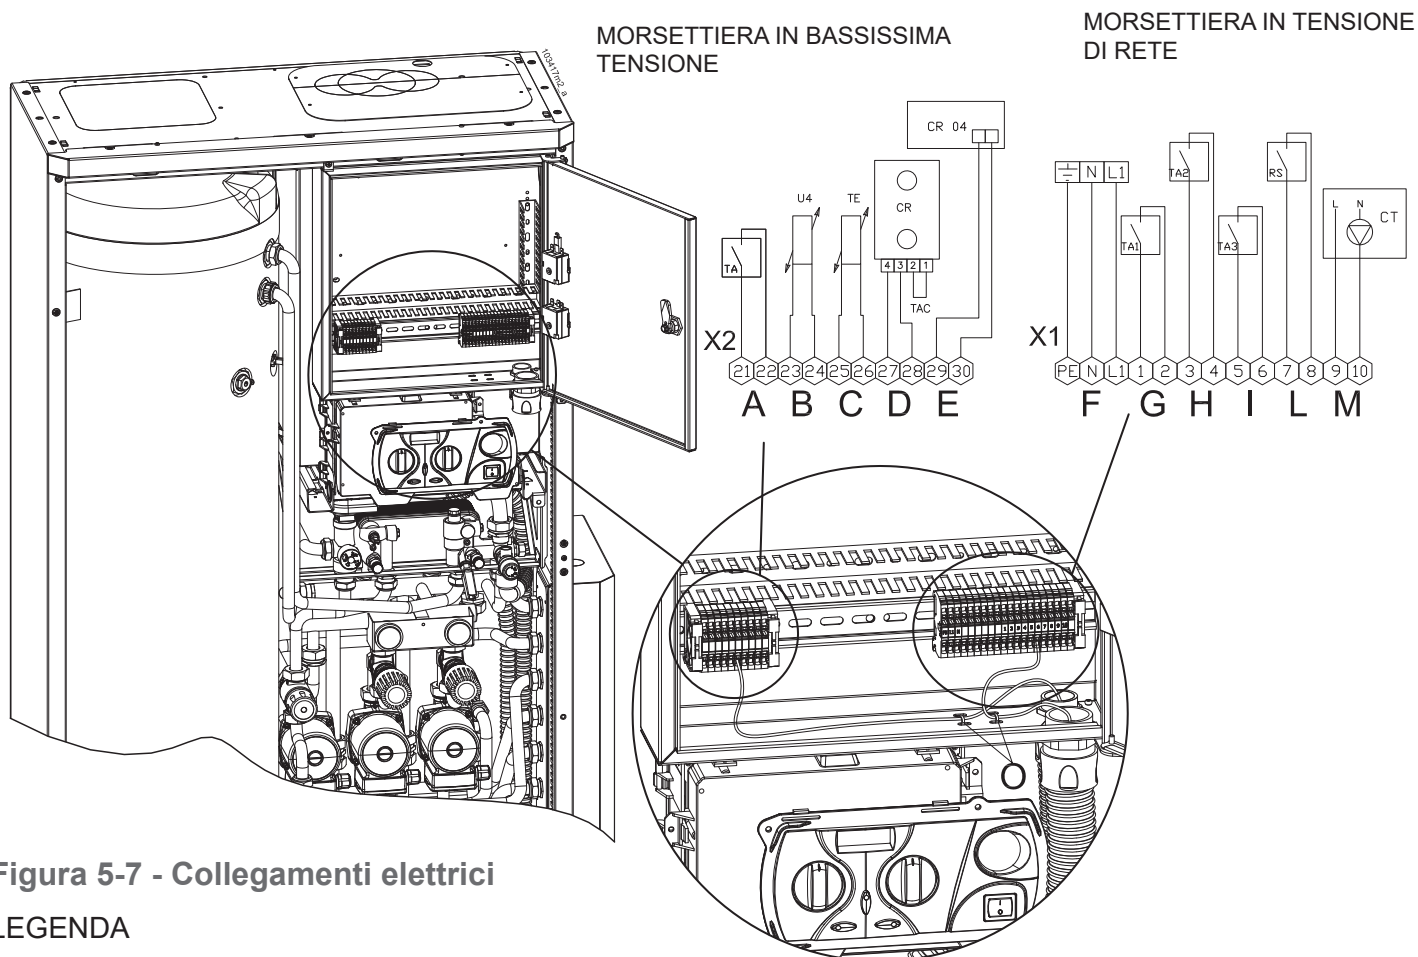
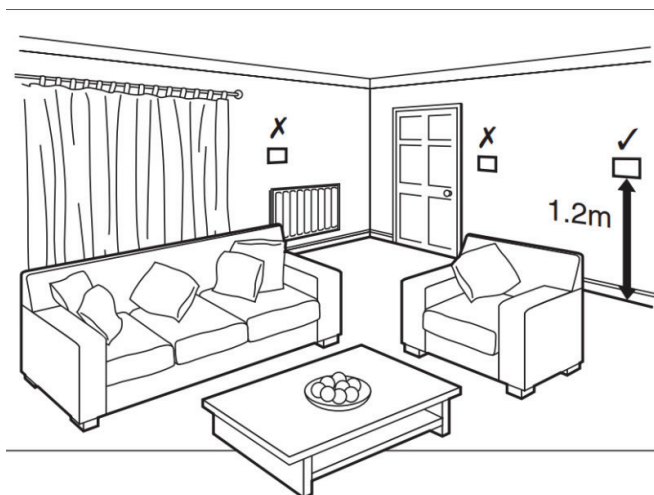

Figura 5-7 - Collegamenti elettrici
Figura 5-8 - Posizionamento corretto del termostato ambiente/cronotermostato
Per l'allacciamento del cavo di alimentazione elettrica, procedere come di seguito (fare riferimento alla figura 5-7):
Installare il termostato ambiente in un punto dell'abitazione la cui temperatura, sia il più possibile quella caratteristica dell'abitazione e comunque in una zona **non** soggetta a repentini sbalzi di temperatura, lontano da finestre o porte che danno direttamente all'esterno (vedere figura 5-8).
Per l'allacciamento del cavo del termostato ambiente, procedere come di seguito (fare riferimento a figura 5-7):
- 5.- collegare i 2 capi del cavo ai morsetti "21" e "22" (vedi part. "A" figura 5-7).
Installare il termostato ambiente in un punto dell'abitazione la cui temperatura, sia il più possibile quella caratteristica dell'abitazione e comunque in una zona non soggetta a repentini sbalzi di temperatura, lontano da finestre o porte che danno direttamente all'esterno (vedere figura 5-8). Per l'allacciamento del cavo del termostato ambiente, procedere come di seguito (fare riferimento alla figura 5-7):
- Collegare il cavo bipolare ai capi BUS dell'apparecchio (vedi figura 5-7 particolare "D");
- 2.- collegare il cavo bipolare ai morsetti "23" e "24" di cui in figura 5-7 particolare "B";
Installare il Cronocomando remoto CR04 in un punto dell'abitazione la cui temperatura sia il più possibile quella caratteristica dell'abitazione e comunque in una zona non soggetta a repentini sbalzi di temperatura, lontano da finestre o porte che danno direttamente all'esterno (vedere figura 5-8).
Per l'allacciamento del cavo del Cronocomando CR04, procedere come di seguito (fare riferimento a figura 5-7):
- 3.- collegare i 2 capi del cavo ai morsetti "29" e "30" dell'apparecchio (vedi figura 5-7 part. "E");